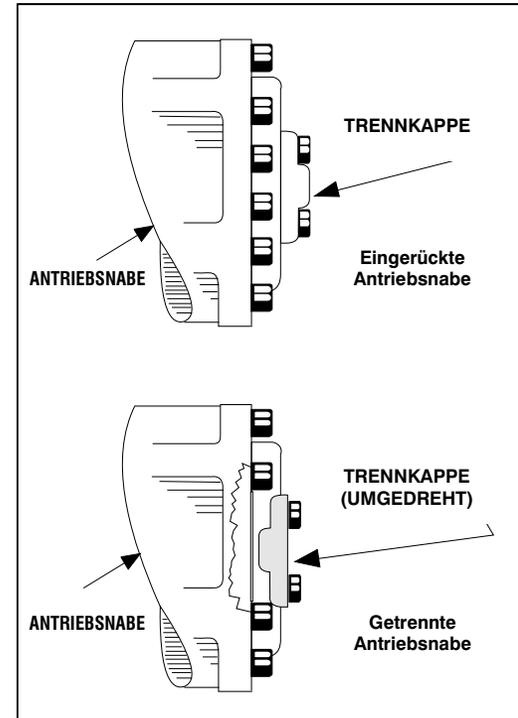

Abbildung 4-4. Antriebstrennnahe
3. Die Antriebsnaben trennen, indem die Trennkappen umgedreht werden. Siehe Abbildung 4-4., Antriebstrennnabe.
Wenn die Maschine mit einem Decken- oder Mobilkran angehoben werden muss, ist es sehr wichtig, dass die Hebevorrichtungen nur an den vorgesehenen Hebeösen befestigt werden und der Drehwagensperrstift eingerastet ist. (Siehe Abbildung 4-4. Hubdiagramm.)